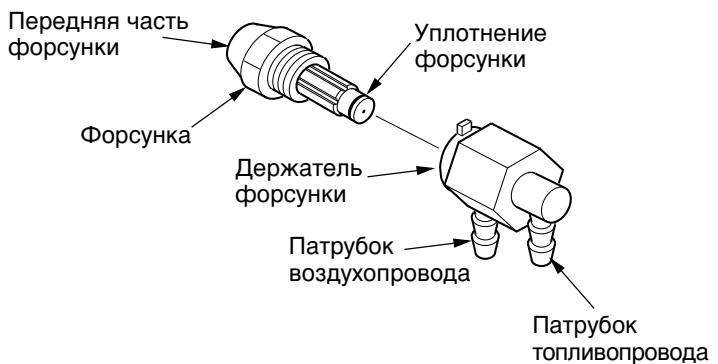

Рис. 21. Форсунка и держатель форсунки, нагреватель мощностью 10 кВт
- При помощи 5/8-дюймового торцевого гаечного ключа осторожно извлеките форсунку из ее переходника (см. Рис. 21).
- До упора установите форсунку в переходнике. При помощи 5/8-дюймового торцевого гаечного ключа затяните еще на 1/3 оборота до крутящего момента 4,5 - 5,1 Нм (40 - 45 фунтодюймов). См. Рис. 21.